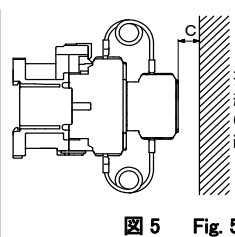
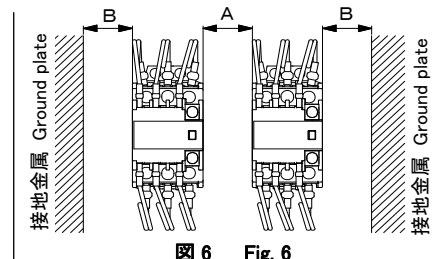

図5 Fig. 5
図6 Fig. 6
4. 取付けスペース(図5、6) Mounting space(Fig. 5, Fig. 6)